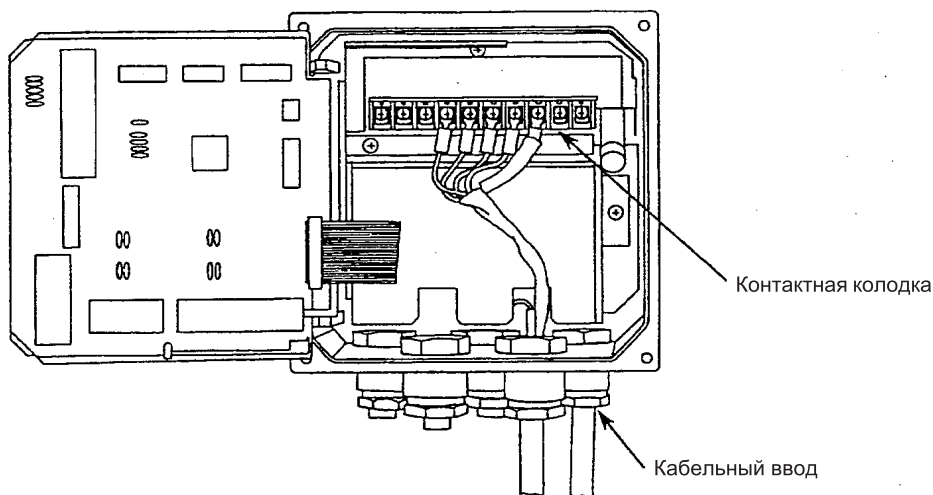

Рисунок 2.17. Подсоединение кабеля сенсора к четырехпроводному рН-преобразователю
- (1) Ослабьте четыре винта, которые удерживают крышку преобразователя и снимите крышку.
- (2) Вставьте кабель сенсора во внутреннюю часть преобразователя через правый сальник (см. Рисунок 2.17):